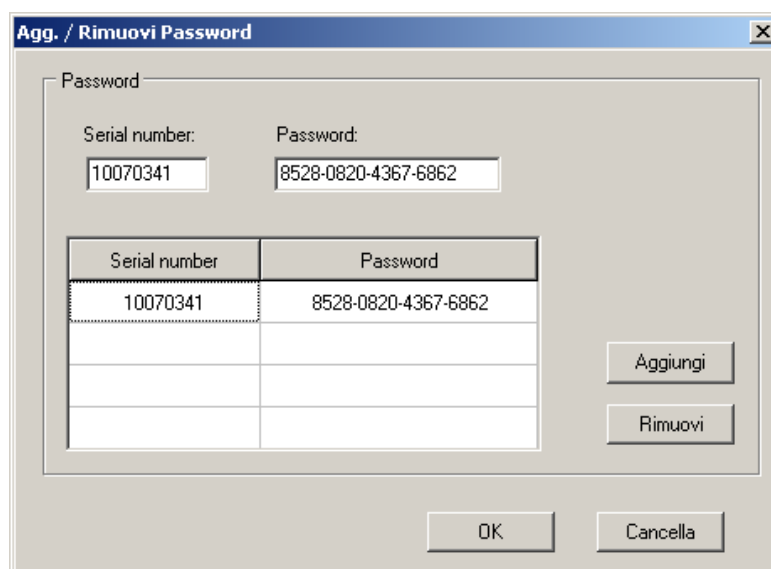

Fig. 48: Saisie du mot de passe initial
7. Sélectionner la commande «**Config** → **Password...**», saisir le numéro de série de l'instrument et le mode de passe (se trouvant sur l'étiquette du CD-ROM fourni de dotation) et confirmer par «Aggiungi» (Ajouter) (voir Fig. 48)